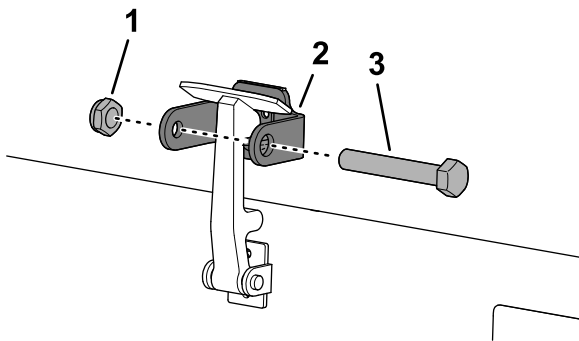

Рисунок 26
8. Вверните болт в другой рычаг кронштейна защелки капота для блокировки защелки в надлежащем положении (Рисунок 26).